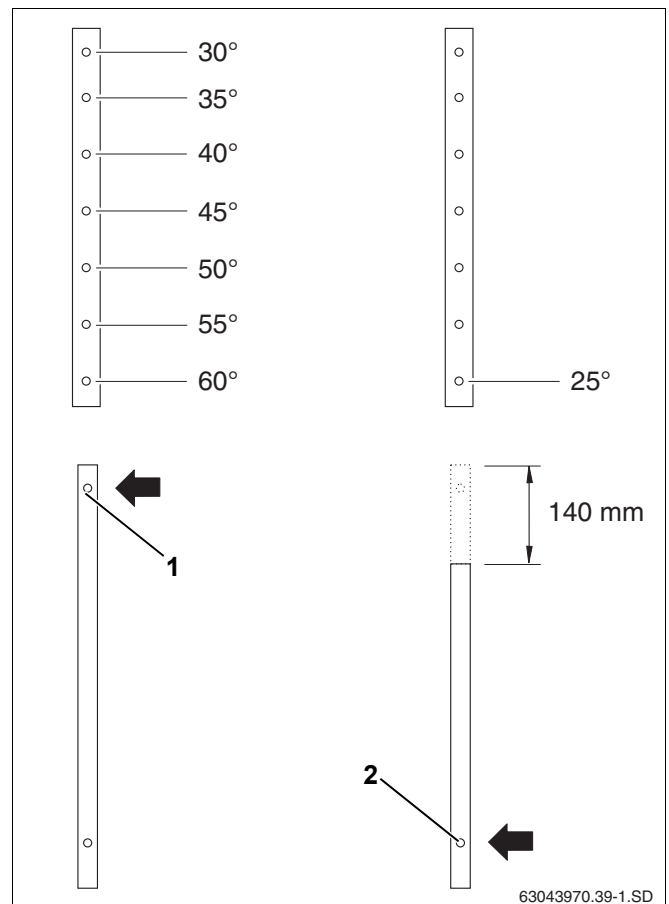
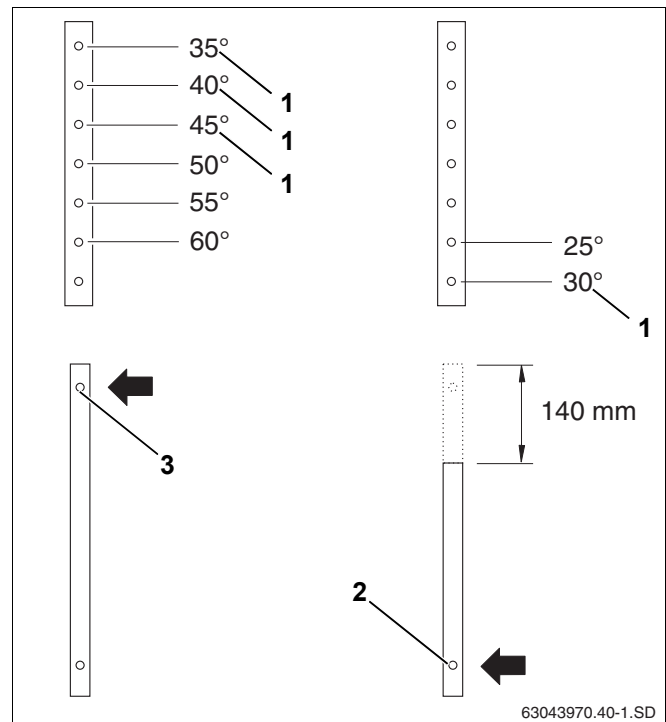

Рис. 12 Выбор угла наклона для вертикальных коллекторов
Рис. 13 Выбор угла наклона для горизонтальных коллекторов
- ▶ Выбрать отверстия на верхней и нижней телескопических направляющих согласно рис. 12 и рис. 13.
При вертикальном монтаже для угла наклона коллектора от 30° до 60° используйте верхнее отверстие нижней телескопической стойки (рис. 12, поз. 1).
Для угла наклона 25° нужно укоротить нижнюю стойку сверху на 140 мм и использовать нижнее отверстие (рис. 12, поз. 2).
При горизонтальном монтаже для угла наклона коллектора от 35° до 60° используйте верхнее отверстие нижней телескопической стойки (рис. 13, поз. 3).
Для угла наклона 25° и 30° нужно укоротить нижнюю стойку сверху на 140 мм и использовать нижнее отверстие (рис. 13, поз. 2).
- ▶ Для монтажа на фасаде нужно использовать только положение с углом наклона коллектора 30°, 35°, 40° и 45° (рис. 13, поз. 1).